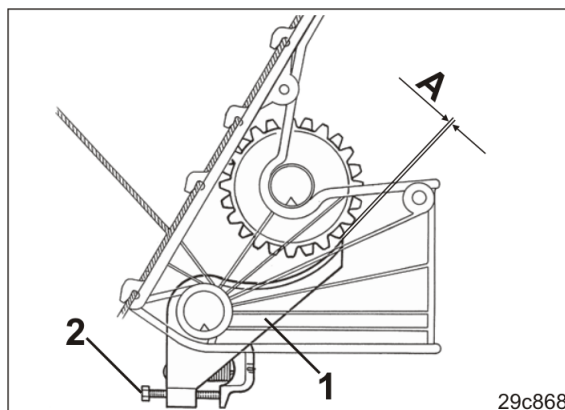

Bild 236
2. Kontrollera att bottenklaffarna (Bild 236/1) löper lätt.
Avståndet A (Bild 236) mellan bottenklaff och såhjul uppgår till mellan 0,1 mm och 0,5 mm.
5. Ställ in det föreskrivna avståndet med skruven (Bild 236/2).